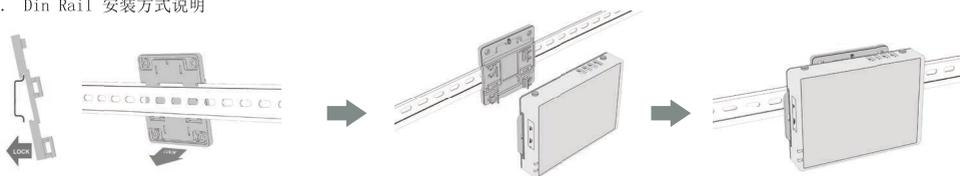

图 6
- 步骤 1. 将安装配件卡入到 DIN Rail 导轨上（如图 6）；